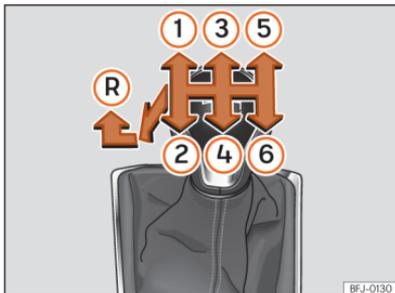

Abb. 121 Schaltschema eines 6-Gang-Schaltgetriebes.
Auf dem Schalthebel sind die Positionen der einzelnen Fahrgänge dargestellt »» (Abb. 121).
- Schalthebel in die Neutralstellung bringen und nach unten drücken. Schalthebel ganz nach links und dann nach vorn in die Rückwärtsgangposition schieben »» (Abb. 121) (R).